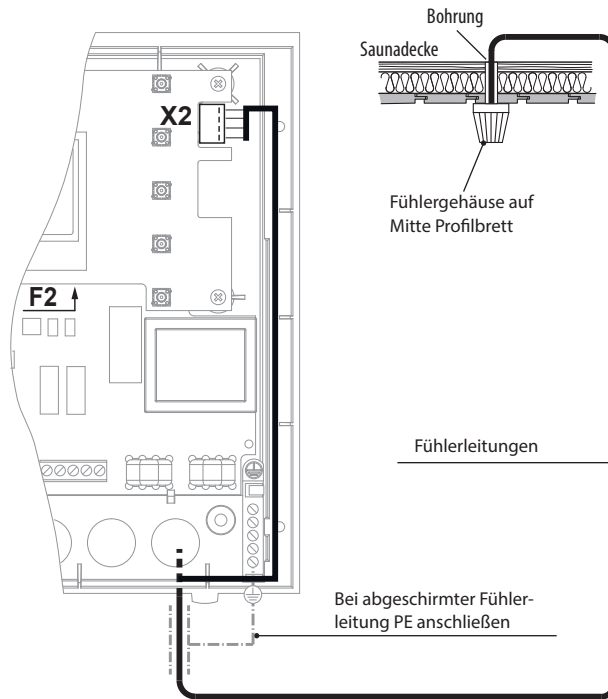

Abb. 11
5. Föhren Sie die Föhlerleitungen zum Steuergerät und föhren sie durch die rechte Kabeleinföhung in das Gerät. Verlegen Sie die Föhlerleitungen innerhalb des Steuergerätes wie in Abb. 11 gezeigt. Schließen Sie die Föhlerleitungen gemäß Abb. 12 an. Hierzu wird der Stecker X2 von der Platine abgezogen und nach dem Anschließen wieder eingesteckt.